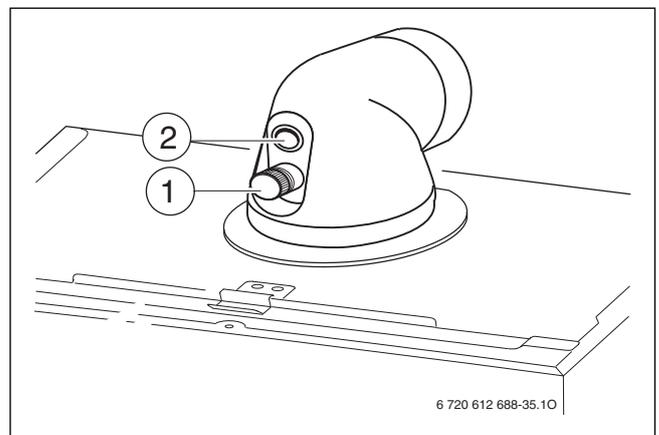

Fig. 42
- ▶ Retirar los tapones de los soportes de medición de aire de combustión [2] (→ fig. 42).